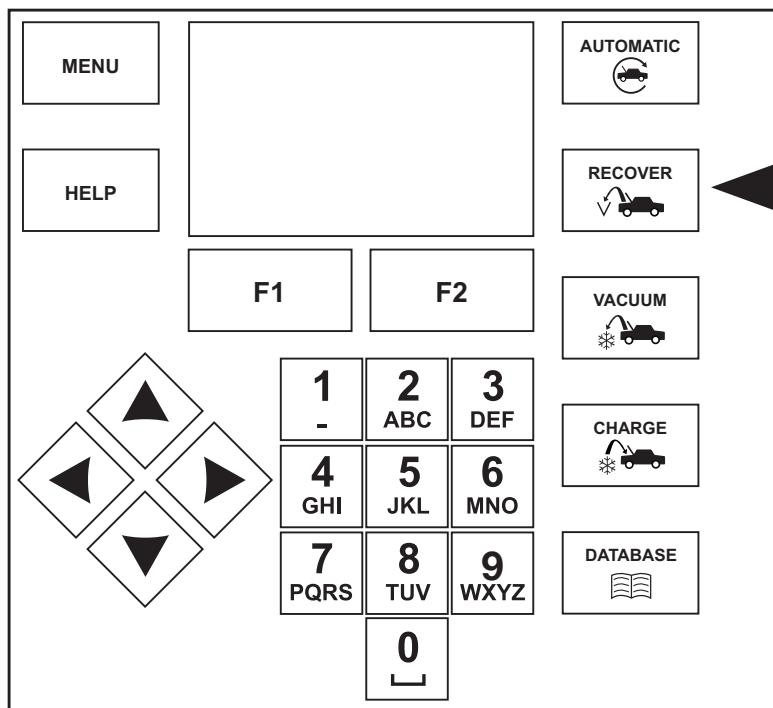

Figura 4
5. Pulse el botón **RECOVER** (RECUPERACIÓN) en el panel de control. Consulte la figura 4.